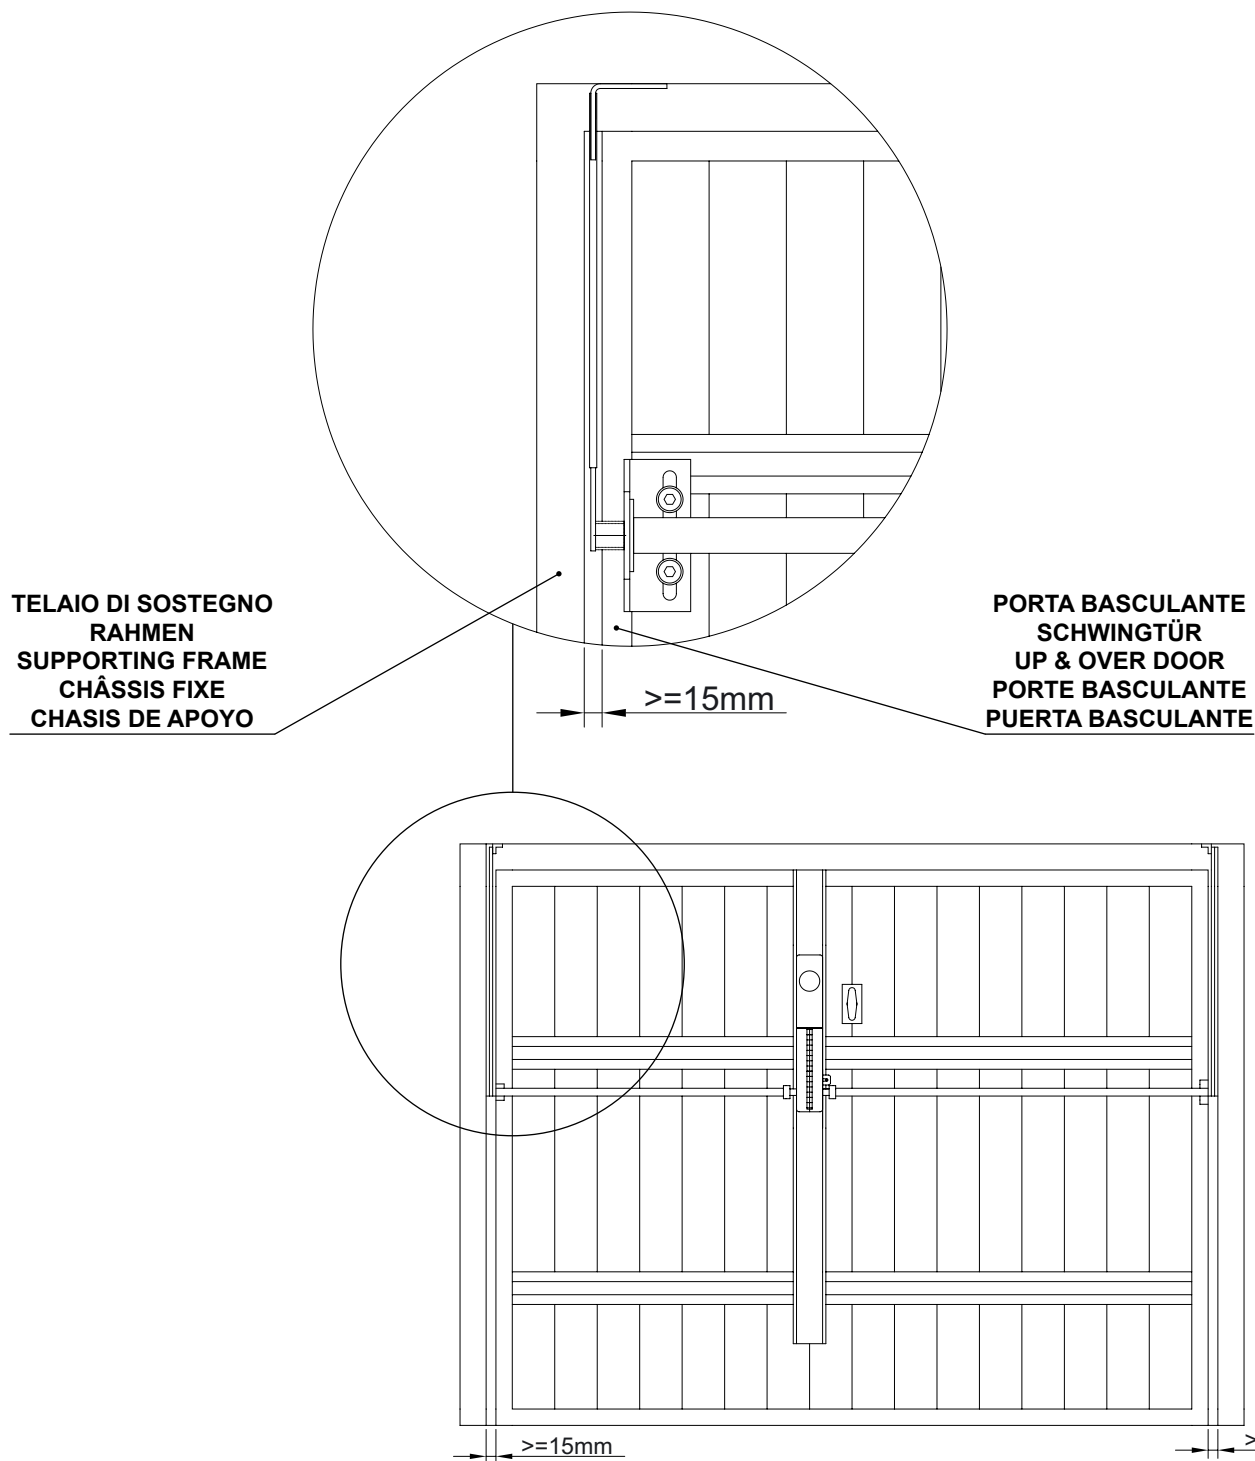

fig. 2
3_ INSTALLAZIONE A MOTORE CENTRALE (fig. 2) \ INSTALLATION MIT ZENTRALEM MOTOR (Abb. 2) \
INSTALLATION WITH A CENTRALIZED MOTOR (fig. 2) \ INSTALLATION AVEC MOTEUR CENTRAL (fig. 2) \
** I bracci telescopici curvi sono utilizzati nel caso in cui la distanza tra la porta basculante ed il suo telaio di sostegno è inferiore ai 15 mm (fig. 2).
** Die gebogenen Teleskoparme werden benutzt, wenn der Abstand zwischen Schwingtür und ihrem Rahmen kleiner als 15 mm ist (Abb. 2).
** Les bras télescopiques courbes sont utilisés quand la distance entre la porte basculante et son châssis de soutien est inférieure à 15 mm (fig. 2).
** The curved telescopic arms are used when the distance between the overhead door and its frame is less than 15 mm (fig. 2).